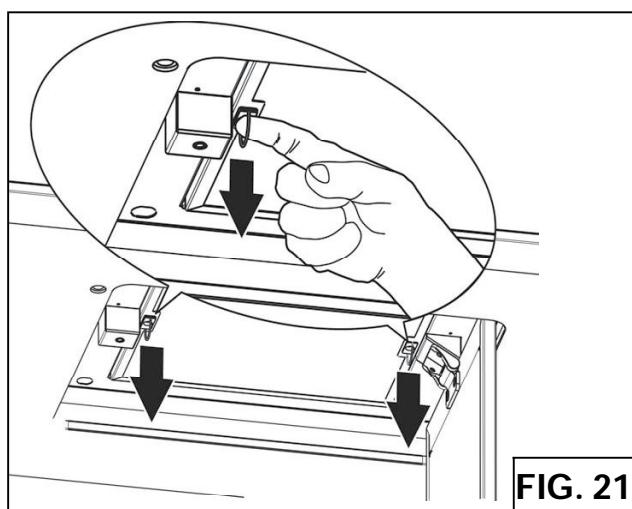
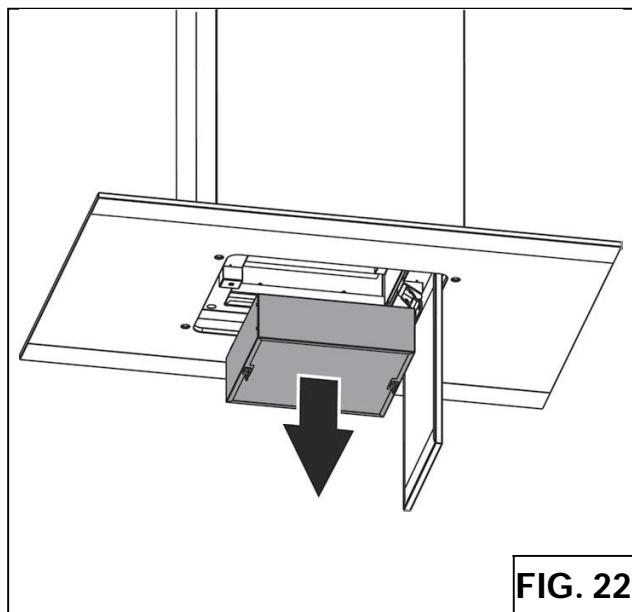
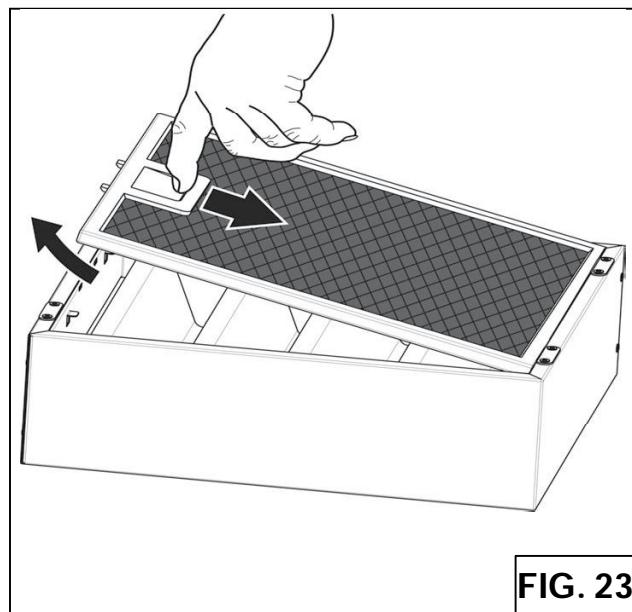

FIG. 21
FIG. 22
FIG. 23
3. Tire de la manija (Fig.21) para liberar el filtro para grasa. Tire del filtro ondulado utilizando las manijas laterales (Fig.22) y vea pagina 41 para instrucciones de limpieza.
2. Remueva el filtro ondulado (Fig.22) utilizando las manijas laterales y coloque el filtro de carbón como se muestra (Fig.23).